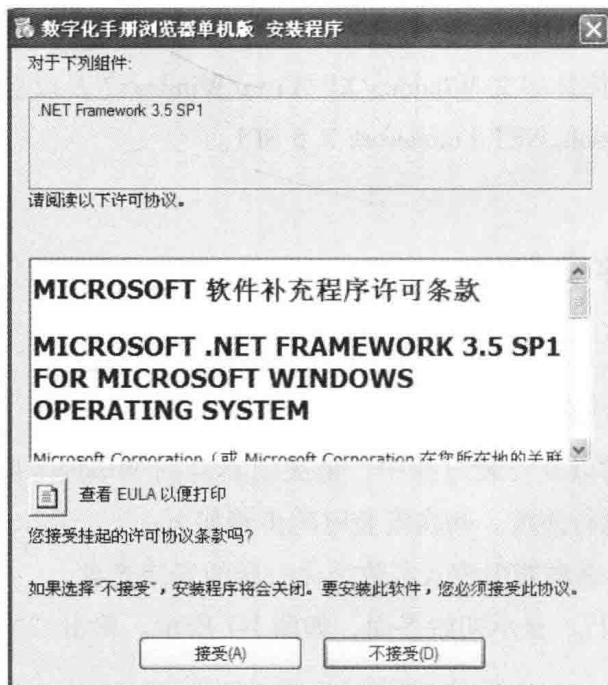

图 1-2 .NET 组件安装
3) 计算机提示是否接受安装“.NET Framework 3.5 SP1”组件，如图 1-2 所示。